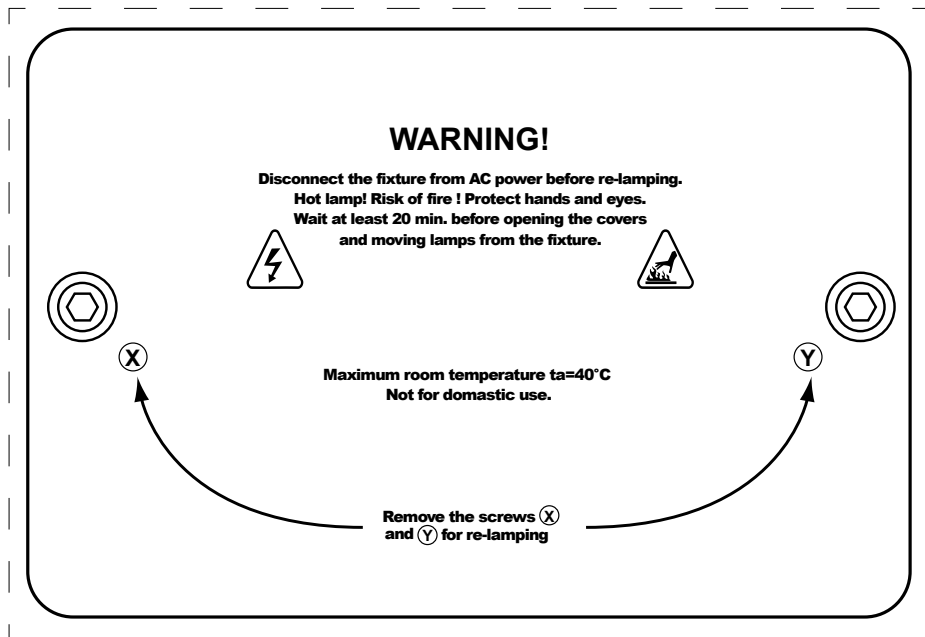

Fig.4
1. Disconnettere la spina di alimentazione dell'unità, svitare le 2 viti (X,Y) per rimuovere la copertura della lampada (fig.4) posizionata nella parte posteriore della testa mobile.